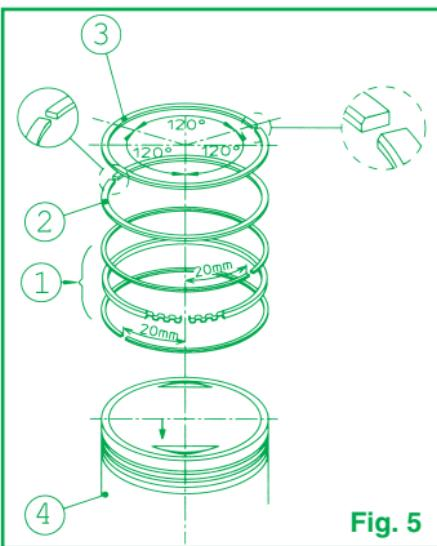

Fig. 5
il montaggio del raschia-olio (Fig. 5 - Part. 1).
- Montare il secondo segmento con la stampigliatura rivolta verso la parte superiore del pistone come indicato in Fig. 5 - Part. 1.
- Inserire il primo segmento di compressione con la stampigliatura rivolta verso la parte superiore del pistone come indicato in Fig. 5 - Part. 2.
- Posizionare le aperture dei tagli delle fasce elastiche come indicato in Fig. 5.
- Ricontrollare che le aperture dei tagli delle fasce elastiche siano posizionate come indicato in Fig. 5.